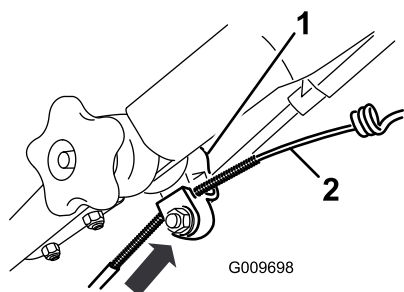

**Рисунок 48**
3. Тяните за оболочку тросика вниз до тех пор, пока не будет выбрана вся слабина на открытой части тросика (Рисунок 48).